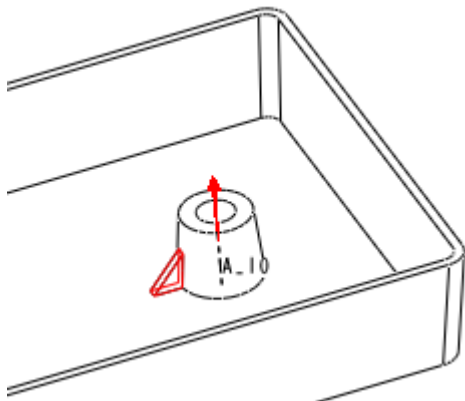

图 46-21
- (1) 单击菜单【编辑】 【特征操作】，在打开的【特征】菜单中单击【复制】 【移动】 | 【选取】 | 【独立】 | 【完成】。
- (2) 选择模型中建立的筋特征，单击【选取特征】菜单中的【完成】，在弹出的菜单中选择【旋转】 【曲线/边/轴】，选择安装柱的中心轴线 A_10，如图 46-21 所示。